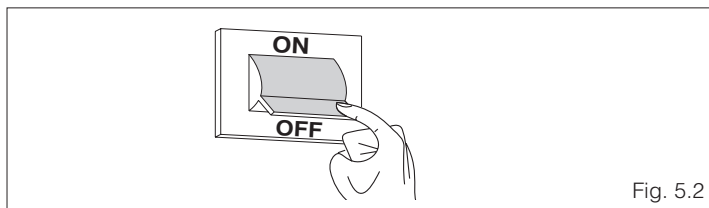

Fig. 5.2
- situar el interruptor general de la instalación en "apagado" (fig. 5.2)